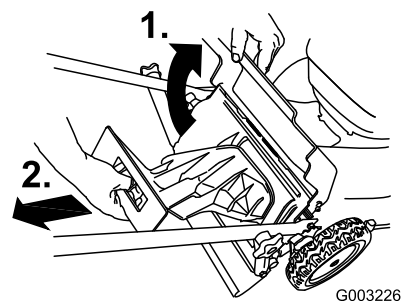

Figure 34
1. Soulevez le volet arrière et gardez-le dans cette position (Figure 34).
2. Retirez l'obturateur de l'éjecteur arrière (Figure 34).